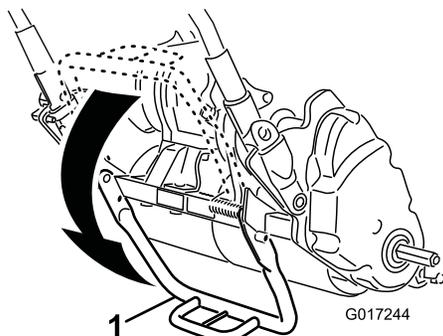

图18
- 用脚向下踩支撑架的中心，然后向上拉动下部手柄支架，直到支撑架向前旋转并超过中心（图18）。